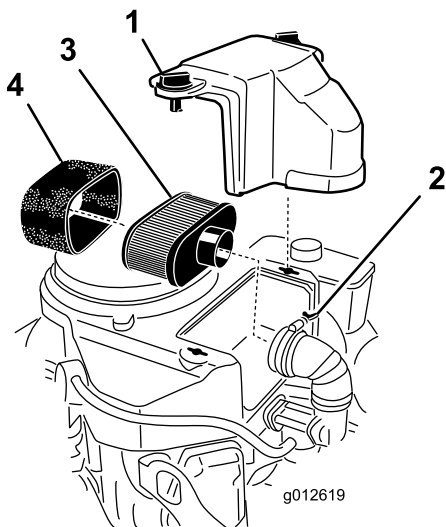

Figura 38
3. Curăai în jurul filtrului de aer pentru a preveni pătrunderea murdăriei în motor i a evita deteriorarea (Figura 38).
4. Slăbiți uruburile capacului i scoateți capacul filtrului de aer (Figura 38).
5. Slăbiți clema furtunului i scoateți ansamblul filtrului de aer (Figura 38).
6. Trageți cu grijă elementul din spumă de pe elementul din hârtie (Figura 38).
- Curăță elementul din hârtie lovindu-l ușor pentru a îndepărta praful. Dacă este foarte murdar, înlocuiește elementul din hârtie (Figura 38).
- Glisai cu grijă elementul din spumă pe elementul din hârtie (Figura 38).
- Amplasă ansamblul filtrului de aer pe baza filtrului de aer sau furtun și fixă-l (Figura 38).
- Montă capacul filtrului de aer și strângeți uruburile capacului (Figura 38).